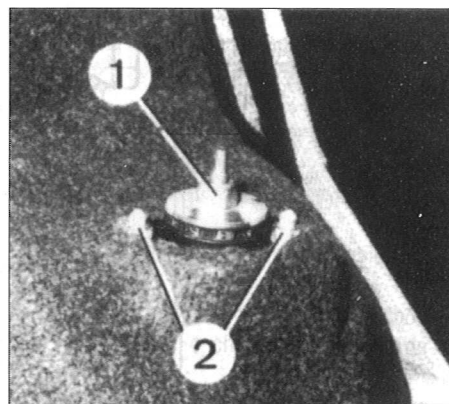

Fig. 74
- Desmontar a porca de fixação da haste do amortecedor no tampão de borracha (Fig. 74).